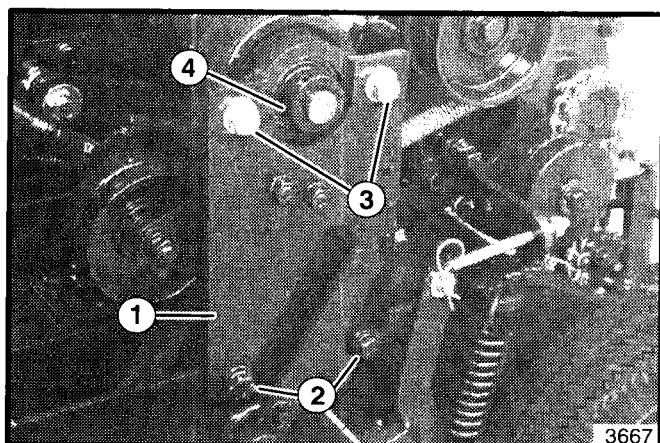

Abbildung 22. Anbauplate und Kupplungslager
14. Die Anbauplatte so ausrichten, daß sie senkrecht zum Fahrwerk verläuft und das Stehlager auf der Kupplungswelle zentriert ist. Die zwei Montageschrauben der Anbauplatte an der Unterseite der Platte festziehen (siehe Abbildung 22).
16. Den Schließring an der Motorkupplung anziehen. Den Ring entgegen dem Uhrzeigersinn auf der Lagerbockschulter drehen. Mit Hilfe eines Hammers und eines Locheisens, den Ring in Position fixieren. Die Stellschraube im Ring anziehen (siehe Abbildung 22).